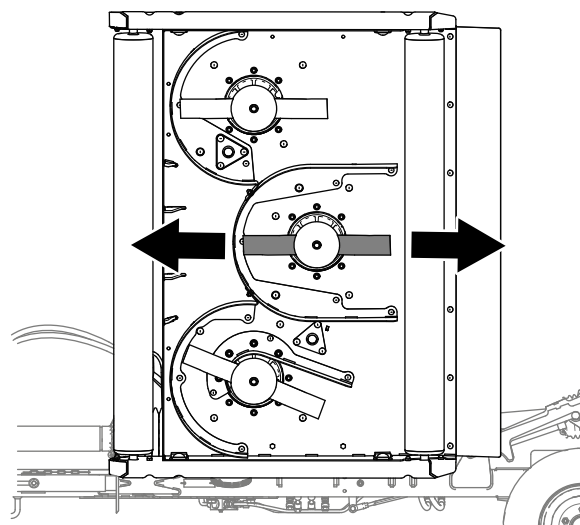

Figura 72
1. Per ciascun piatto di taglio di cui si regola il passo, allineate la lama centrale del tosaerba illustrata nella Figura 72.